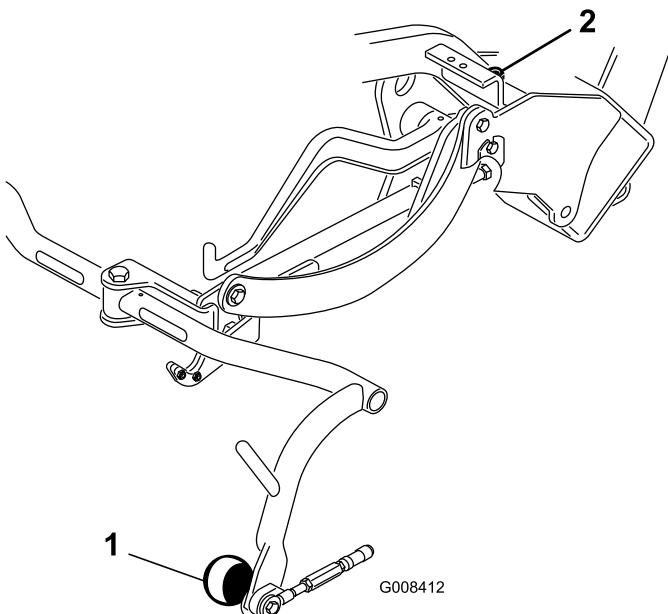

Figure 10
- Si un réglage est nécessaire, desserrez l'écrou de blocage de la vis d'arrêt du bâti porteur (Figure 10) et tournez la vis dans un sens ou dans l'autre pour éléver ou abaisser le bâti. Serrez l'écrou de blocage une fois le réglage effectué.